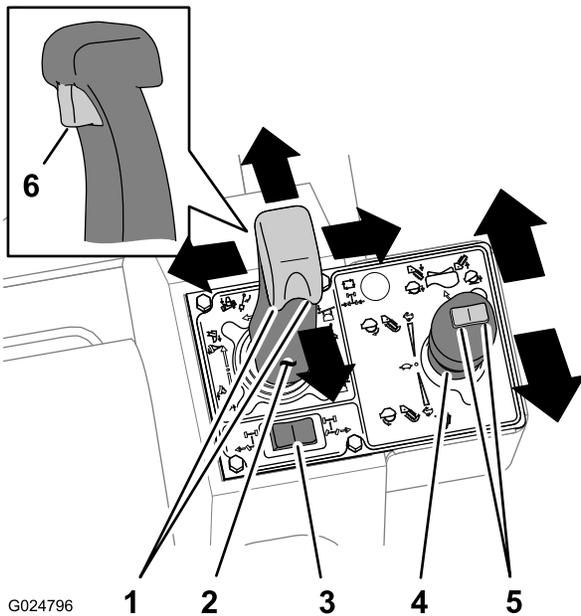

Figure 15
- Poussez le levier multifonction en avant pour abaisser la lame de remblayage ou l'enfouisseuse, ou tirez-le en arrière pour relever la lame ou l'enfouisseuse (Figure 15).
- Déplacez le levier multifonction vers la gauche pour incliner la lame de remblayage à gauche, ou vers la droite pour incliner la lame à droite (Figure 15).
- Tournez la commande au pouce à gauche pour orienter la lame de remblayage à gauche, ou tournez la commande à droite pour orienter la lame à droite (Figure 15).
- Tournez la commande au pouce à gauche pour diriger l'enfouisseuse vibrante vers la gauche, ou tournez la commande à droite pour diriger l'enfouisseuse vers la droite (Figure 15).
- Tirez la gâchette du levier multifonction pour faire flotter la lame de remblayage en haut ou en bas (Figure 15).
- Tirez le levier en arrière pour démarrer la vibration de la lame d'enfouisseuse (Figure 15).
- Tirez le levier plus en arrière pour augmenter la vibration (Figure 15).
- Rapprochez le levier de la position point mort pour réduire et arrêter la vibration (Figure 15).
- Poussez le levier de commande en avant pour faire tourner la chaîne d'excavation en avant (Figure 15).
- Poussez le levier plus en avant pour augmenter la vitesse de la chaîne (Figure 15).
- Amenez le levier de commande au point mort pour arrêter la chaîne de trancheuse (Figure 15).
- Appuyez sur la gauche de la commande pour abaisser la flèche d'accessoire (Figure 15).
- Appuyez sur la droite de la commande pour élever la flèche d'accessoire (Figure 15).